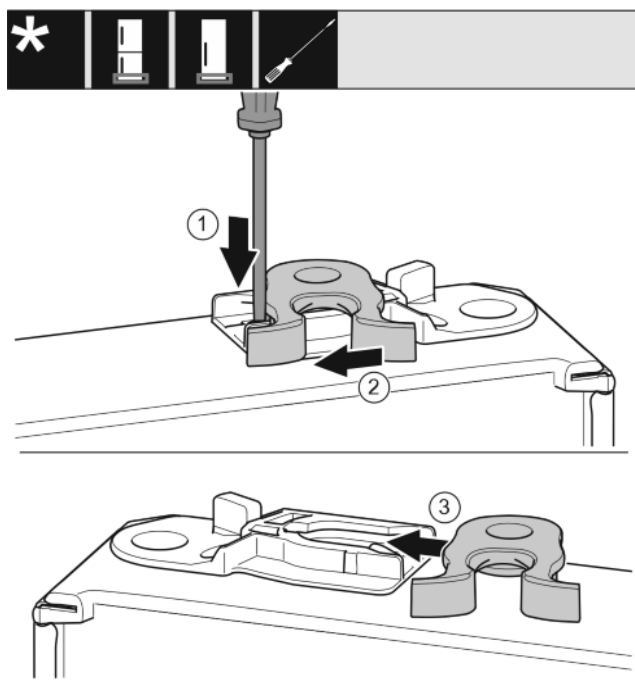

Fig. 16
- Plochým skrutkovačom zatlačte strmeň nadol. Fig. 16 (1)
- Zatvárací hák vytiahnite z vedenia. Fig. 16 (2)
- Zatvárací hák zasunite na druhej strane do vedenia. Fig. 16 (3)